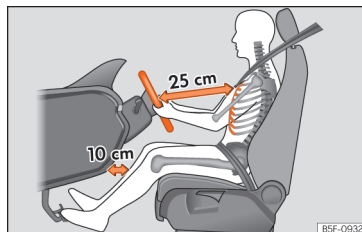

Рис. 20 Належна відстань між водієм і кермом (найменше 25 см).
- Відрегулюйте положення керма так, щоб відстань до нього була щонайменше 25 см »» **рис. 20.** Водночас ви повинні мати змогу тримати кермо по краях злегка зігнутими в ліктях руками.